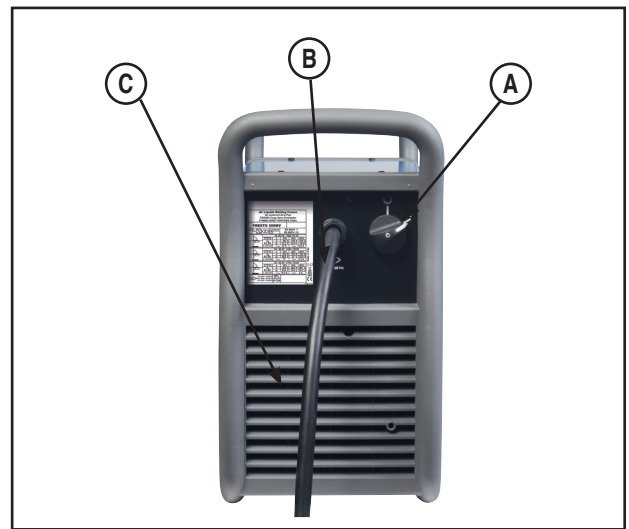

Abb. 3
- C. Kühlventilator: Das Gerät verfügt über eine F.A.N.-Schaltung (Lüftung nach Bedarf) im Inneren, die den Lüfter automatisch EIN oder AUS schaltet. Durch diese Funktion wird die Menge an Schmutz verringert, die in das Gerät gezogen werden kann und der Stromverbrauch wird reduziert. Wenn das Gerät eingeschaltet wird (siehe A – Abb. 3) schaltet sich der Lüfter EIN. Der Lüfter läuft weiter, wenn mit dem Gerät geschweißt wird. Wenn länger als fünf Minuten nicht mit dem Gerät geschweißt wird, schaltet sich der Lüfter aus.
8. **Schalten Sie das Gerät ein (siehe A – Abb. 3)** und wählen Sie Modus zum Elektrodenschweißen (siehe 19 – Abb. 8).
8. Schalten Sie das Gerät EIN (siehe A – Abb. 3). Das Gerät wird mit der gleichen Einstellung der vorherigen Parameter gestartet.
WICHTIG: WENN DAS GERÄT EINGESCHALTET WIRD (SIEHE A – ABB. 3), LEUCHTET DIE GRÜNE BETRIEBS-LED (SIEHE 10 – ABB. 8) IN VERBINDUNG MIT EINER DER EINGANGSSPANNUNGS-LEDS (SIEHE 7, 8, 9 – ABB.-8), UM DIE EIGENSCHAFTEN DES ANGESCHLOSSENEN STROMNETZES ANZUZEIGEN.